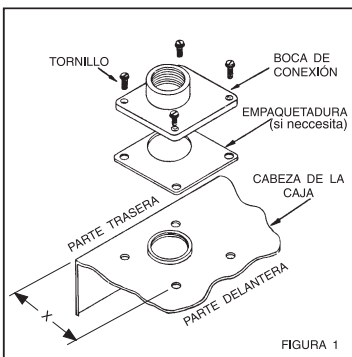

FIGURA 1
3. Si la dimensión "X" en la Figura 1 es 3 9/16" use dos (2) de los cuatro (4) tornillos provistos con la boca de conexión en las posiciones de montaje traseras. Use los dos (2) tornillos provistos en la bolsa plastica dentro de la caja en las posiciones de montaje delanteras para acoplar la boca de conexión a la cabeza. Si la dimensión "X" es menos de 3 9/16" use los cuatro (4) tornillos provistos con la boca de conexión para acoplar la boca de conexión a la cabeza.